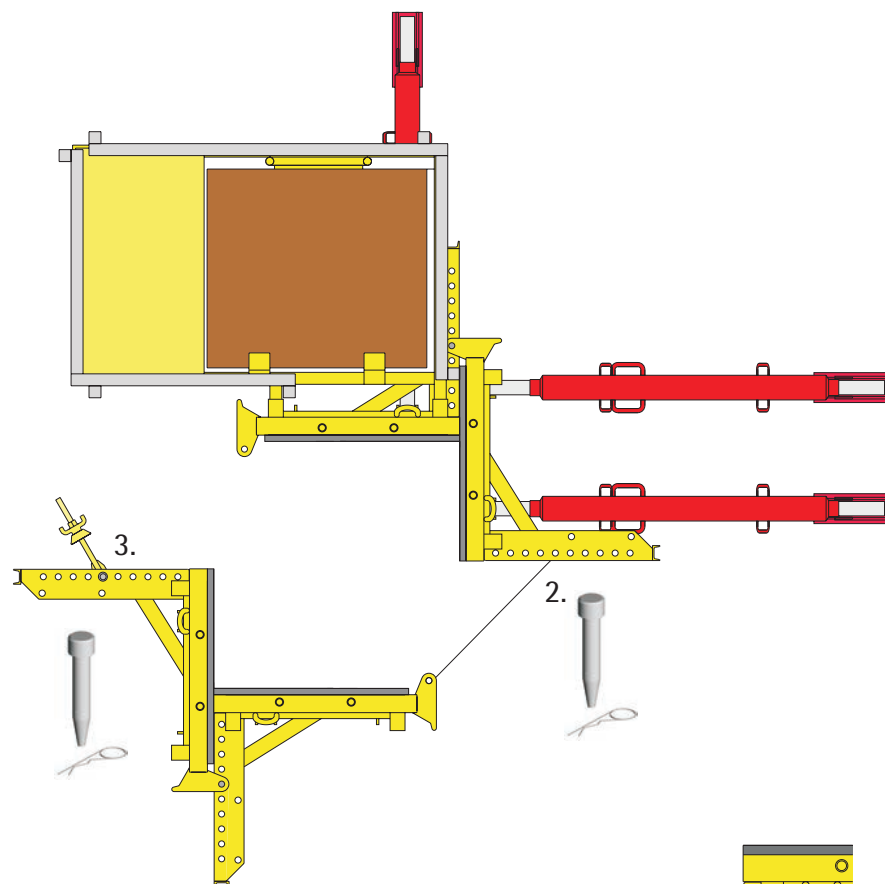

Abb.24
3. Spannvorrichtungen (Augenschrauben + Kugelgelenkplatten) mit Gripbolzen und Federsteckern befestigen (Abb. 24).